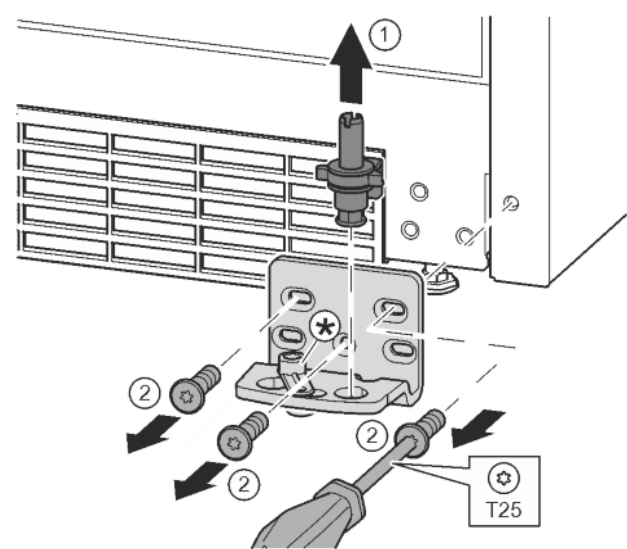

Fig. 11
- Kompletną płytkę zawiasu wyjąć w górę. Fig. 11 (1)
- Śruby wykręcić przy pomocy śrubokręta T25 i zdjąć płytkę zawiasu. Fig. 11 (2)